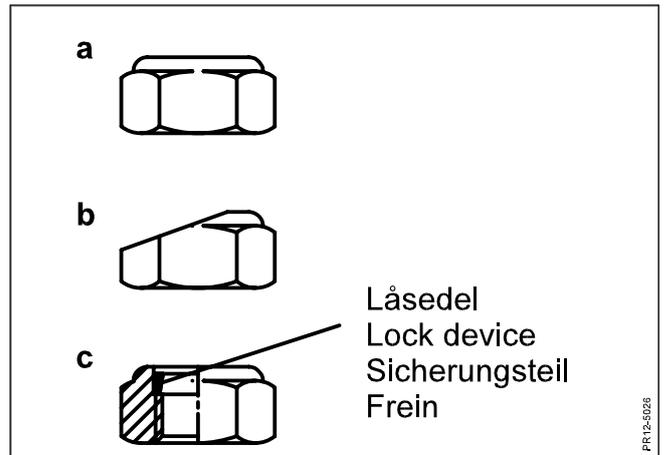

Fig. 5-7
- Fig. 5-7 L'écrou spécial doit être remplacé si: